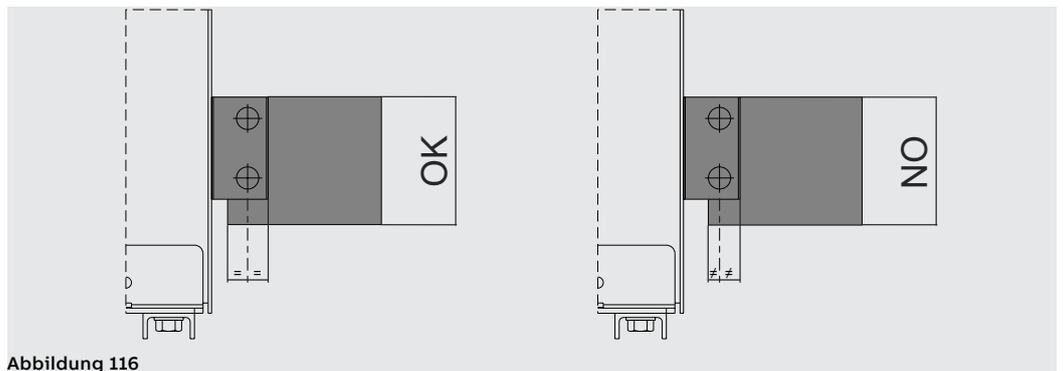

Abbildung 116
- Gewährleisten, dass der Abstand zwischen den Löchern und dem Ende des Anschlusses und zwischen den Löchern und dem Ende der Schiene der gleiche ist. Siehe das Beispiel Abbildung 116.